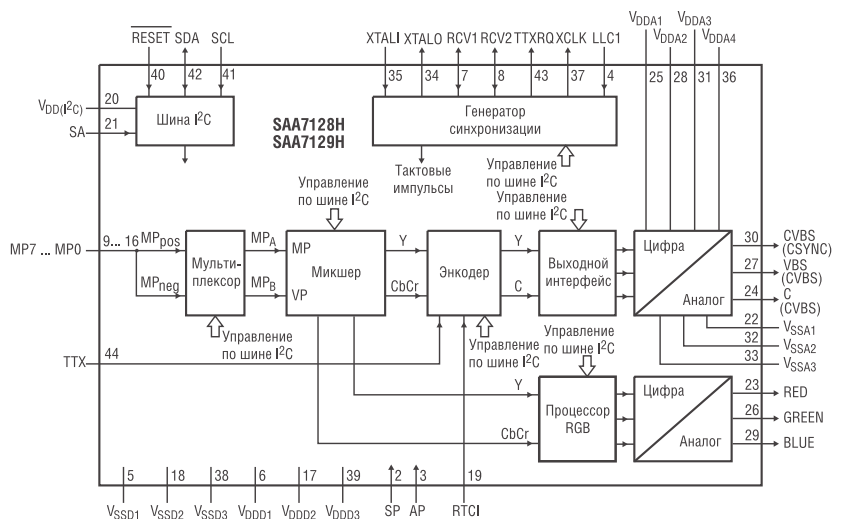

Рис. 3. Структурная схема микросхем SAA7128/SAA7129
- четыре ЦАП – для CVBS (или опционально CSYNC для центрирования изображения на дисплее и VBS), для R (Cr,C), для G(Y,VBS) и для B (Cb,CVBS) с разрешающей способностью 9 бит для сигналов R(Cr), G(Y) и B(Cb) и 10 бит – для всех остальных сигналов;
Еще несколькими дополнительными функциональными возможностями обладает пара SAA7128/SAA7129 (рис. 3). Имея практически ту же структуру, что и у пары SAA7126/SAA7127, микросхемы SAA7128/SAA7129 располагают не четырьмя, а шестью ЦАП, из которых три 10-битовых используются для формирования CVBS (опционально CSYNC), VBS(CVBS) и C(CVBS), а три 9-битовых – для сигналов R(опционально Cr), G(Y) и B(Cb); кроме того, помимо формирования сигнала CVBS с поднесущей PAL/NTSC, они обеспечивают формирование CVBS SECAM.